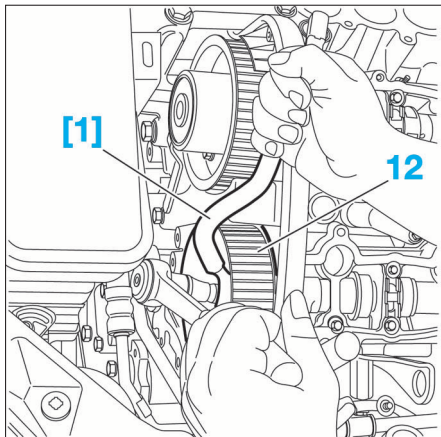

FIG. 70
- Desserrer progressivement et en spirale les vis de chaque couvre-culasse (4) en commençant par l'extérieur.
- Maintenir le moyeu d'arbre à cames d'échappement à l'aide de l'outil [1] (Fig.70) (sur les 2 arbres à cames).